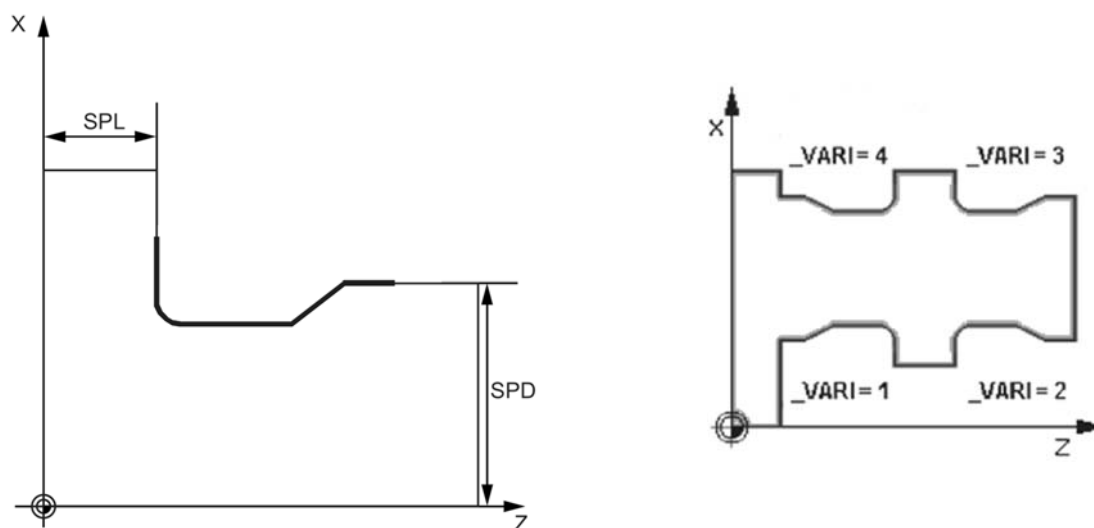

Рисунок 3.5 – Параметры цикла CYCLE94
**Канавка – CYCLE94** (рисунок 3.5).